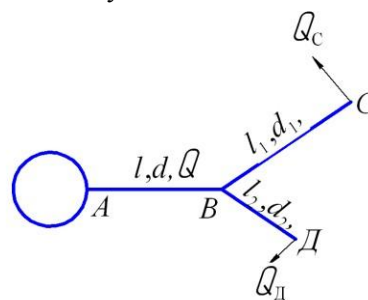

Рисунок 4.22
**Задача 41** (рис.4.22). В тупиковый трубопровод, состоящий из магистрали  $AB$  и боковых отводов  $BC$  и  $BD$ , вода поступает из водонапорной башни в пункты  $C$  и  $D$ . Отметка уровня воды в башне  $H_B$ . Определить: